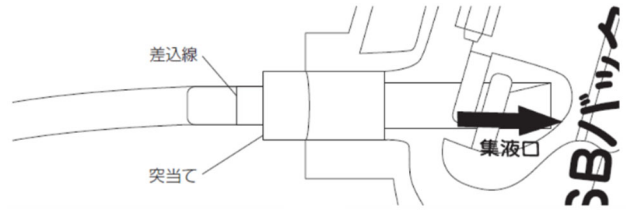

図5
11. スーパースムーズを接続したYコネクタ付チューブに吸引器の集液口を挿入し、チューブ端を差込線へ突当ての範囲内に位置させる。(図5)
- 2) Yコネクタ付チューブに吸引器の集液口を挿入し、チューブ端を差込線～突当ての範囲内に位置させる。（図5）